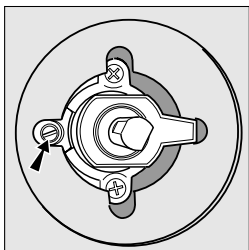

fig.11
- agissez sur la vis de réglage positionnée à l'extérieur de la tige du thermostat jusqu'à obtenir une petite flamme régulière (voir figure 11), la flamme est visible à travers les ouvertures de la sole du four;